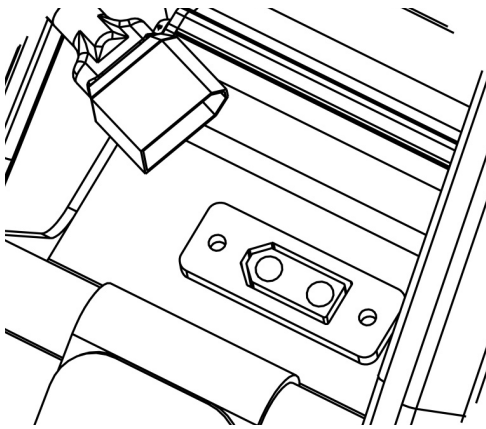

Fig. 9
- 1- Compruebe que la conexión de la batería y la motocicleta es correcta (Fig. 9).
- 3- Desconecte la batería como se indica en la pagina anterior (Fig. 9). y ponga la tapa del conector de la batería.